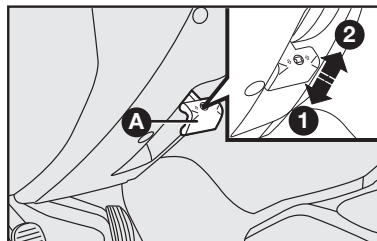

fig. 17
VOLANTE - fig. 17
- 1) deslocar a alavanca **A**-fig. 17 para a posição **2**-fig. 17.